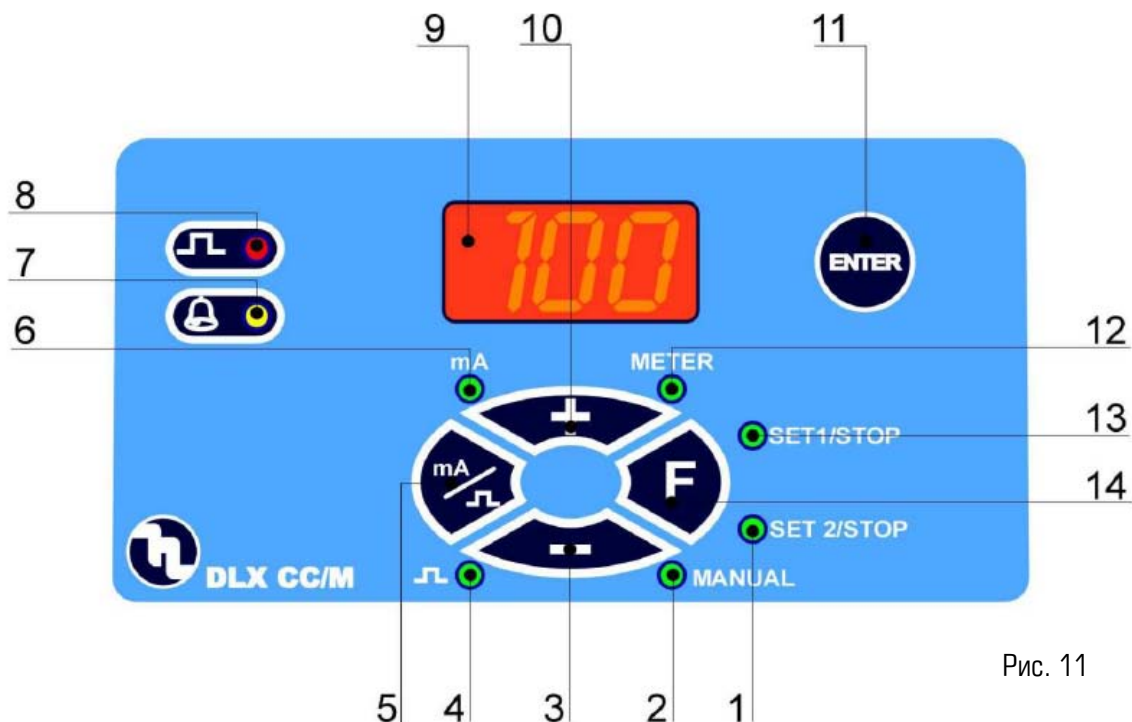

Рис. 11
6.1. ОРГАНЫ УПРАВЛЕНИЯ НАСОСОМ (Рис.11)
6.6. ПАРАМЕТРЫ РЕЖИМОВ УСТАНОВКИ (Рис.11)